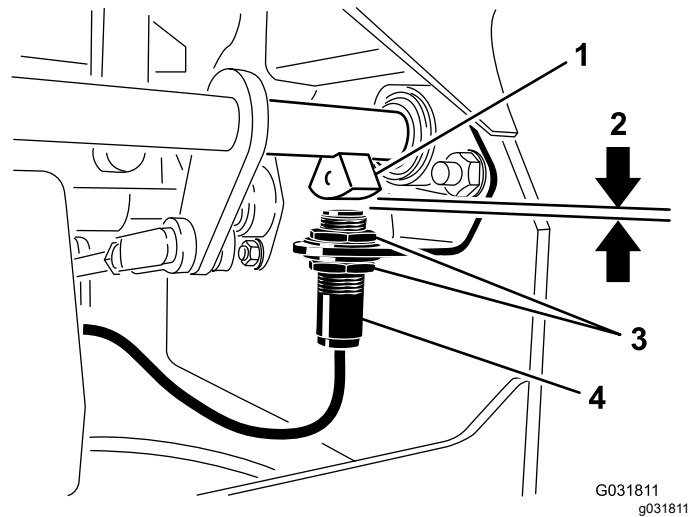

Figura 51
4. Mueva el interruptor hacia arriba o hacia abajo en el soporte hasta que la distancia entre el sensor del eje del freno y el émbolo del interruptor sea de 4 mm (5/32") como se muestra en (Figura 51).